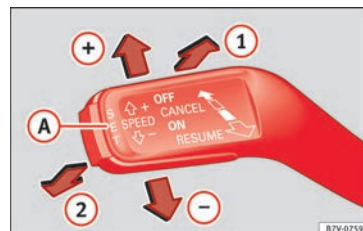

Fig. 47 À gauche de la colonne de direction : contacteur et commandes d'utilisation du GRA.
- Connecter le GRA : placez le levier en position **ON** (1) » **fig. 47**. Le système se met en marche mais il n'effectue aucune régulation car aucune vitesse n'a été programmée.
- Activer le GRA : appuyez sur le bouton **SET** (A) » **fig. 47**. La vitesse est mémorisée et maintenue.
- Déconnecter le GRA temporairement : placez le levier en position **CANCEL** (2) » **fig. 47** puis relâchez-le ou appuyez sur la pédale de frein ou d'embrayage. Le réglage est désactivé temporairement.
- Reconnecter le GRA : placez le levier en position **RESUME** (1) » **fig. 47** puis relâchez-le. La
- Déconnexion du GRA: déplacez le levier en position **OFF** (2) » **fig. 47**. La vitesse mémorisée est effacée et le système est déconnecté.